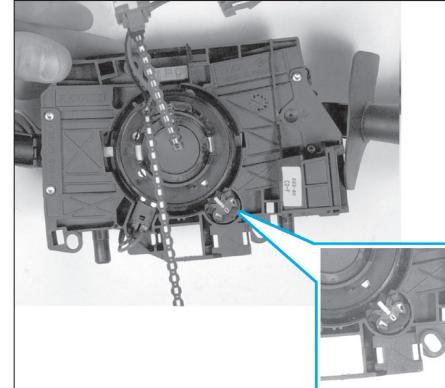

Fig. 5
- la vis de fixation du contacteur tournant/commodo (Fig.4) ainsi que les connecteurs et les déposer en prenant soin de ne pas le tourner (repères alignés) (Fig.5),